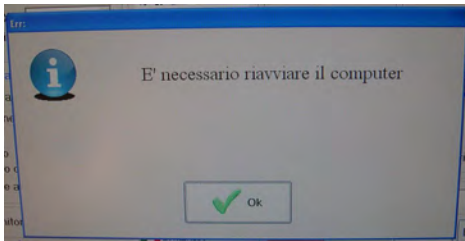

fig. S7
10. Pour utiliser l'imprimante installée, il est nécessaire de faire redémarrer le banc de préréglage et de cliquer donc sur OK (fig. S7)